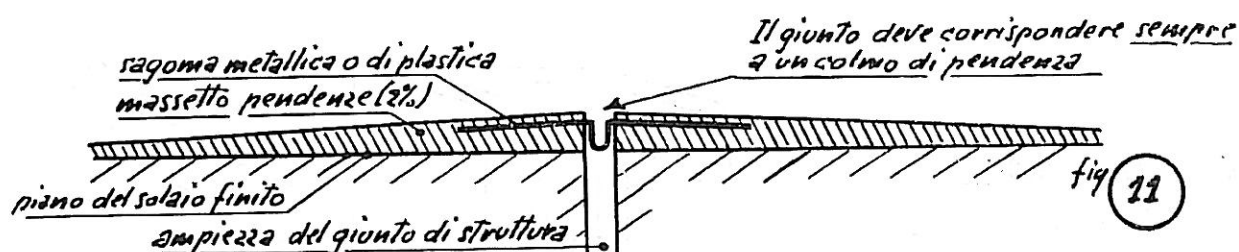

fig. 11
a) **Di livello.** Cioè a dire quando si vuole che il piano di terrazza, al giunto, non abbia ostacoli (gradino) e consenta il transito di mezzi a ruota. Questo tipo di giunto è il più pericoloso agli effetti dell'impermeabilizzazione perchè tutta la tenuta è affidata ad una sagoma (di piombo, rame o di materia plastica) che non pone in opera l'impermeabilizzatore, e che nelle saldature e nelle piegature contro pareti verticali è soggetta a rompersi. Meglio quindi evitarlo per le terrazze semplicemente pedonabili. Se non è possibile, occorre fornire i dati necessari per studiare una soluzione tecnica idonea all'uso della struttura munita di giunti (ponti, eliporti, garages, ecc.) (Fig. 11).